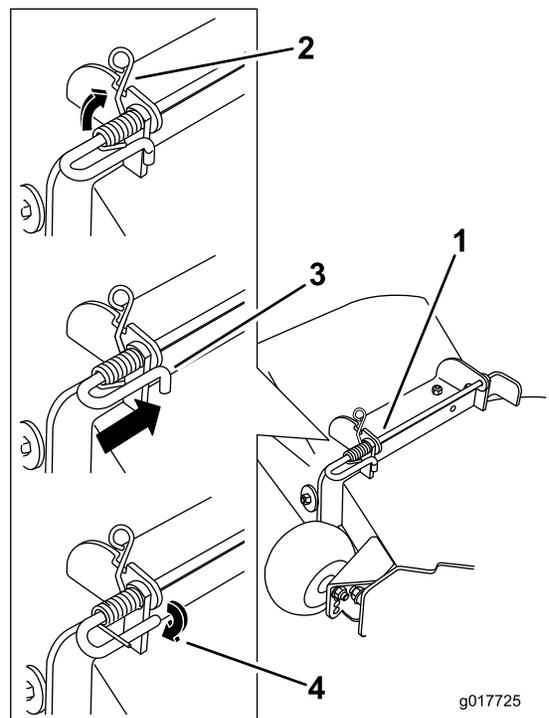

Figure 72
- Soulevez le côté avec la boucle du ressort et placez-le dans le cran du support de déflecteur (Figure 72).
- Fixez l'ensemble tige et ressort en le tournant de sorte à pouvoir placer l'extrémité courte de la tige derrière le support avant soudé au tablier de coupe (Figure 72).